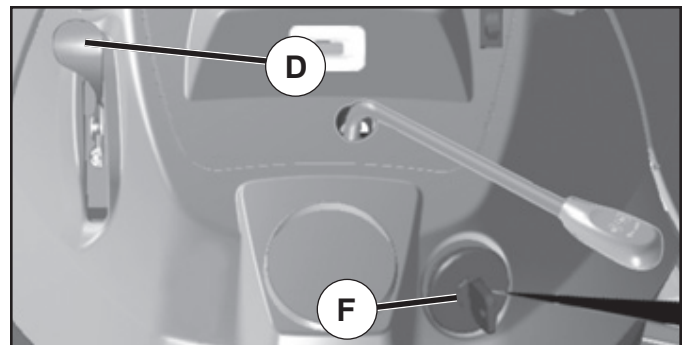

Fig. 6
- Mueva el control de la aceleración (D) a la posición de lento.
- Gire la llave de ignición (F) a la posición de apagado "STOP" y remueva la llave al abandonar el tractor para evitar el uso no autorizado.
### PARA USAR EL CONTROL DE LA ACELERACIÓN (D) (Vea Fig. 6)